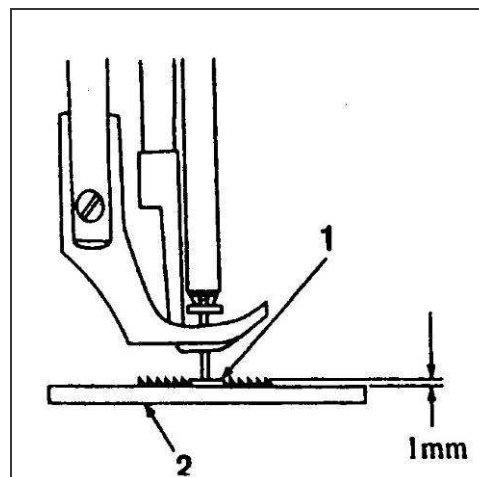

Figure 19
- (1) La force de l'embrayage de sécurité est plus faible quand la marque blanche de l'excentrique est proche du centre de l'arbre inférieur. La force est proportionnellement plus importante lorsque la marque blanche est éloignée du centre de l'arbre inférieur.
- (2) Pour régler la force de l'embrayage de sécurité, dévisser la vis de réglage, et tourner l'excentrique.
- (3) Après le réglage, bien revisser la vis de réglage
16. Réglage de la hauteur des griffes (Fig.19) :